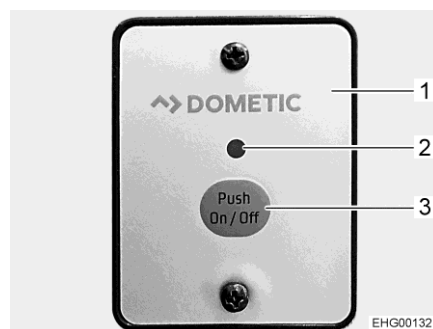

Fig. 181 Interruttore esterno (invertitore)
L'interruttore esterno (Fig. 181,1) è posizionato sul lato anteriore della cassapanca.
- Accensione: ■ Premere il tasto "On/Off" (Fig. 181,3). Il LED (Fig. 181,2) si accende.
- Spegnimento: ■ Premere il tasto "On/Off" (Fig. 181,3). Il LED (Fig. 181,2) si spegne.